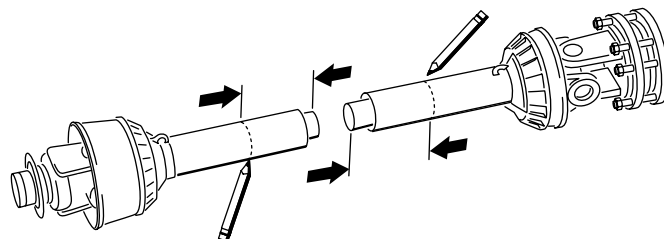
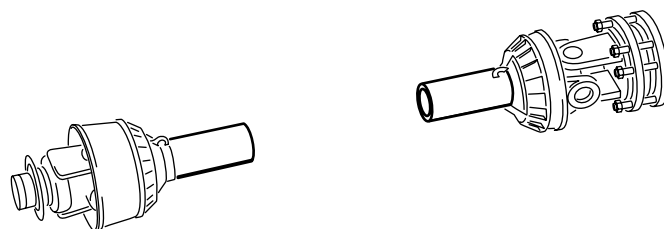

Figura 18
Figura 19
13. Usando le misure ricavate al punto 8, individuate, contrassegnate e tagliate lo schermo di protezione e il tubo da ciascuna metà dell'albero della PDF (**Figura 18** e **Figura 19**).